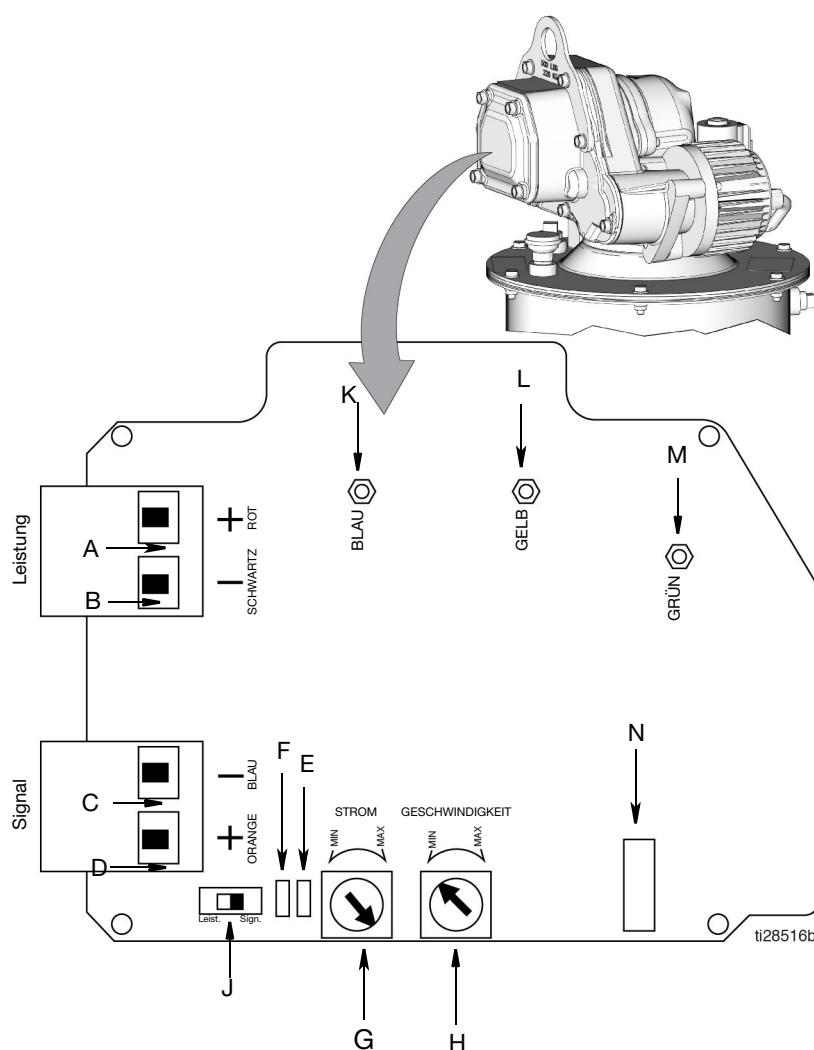

ABB. 9
- Wenn der Pumpensteuerschalter (J, ABB. 9 Seite 11) auf Signalmodus eingestellt ist, läuft der Motor/die Pumpe, wenn an den Signal- und Stromanschlüssen Spannung angelegt wird.
- Wenn der Pumpensteuerschalter (J, ABB. 9 Seite 11) auf Strommodus eingestellt ist, läuft der Motor/die Pumpe, wenn an den Signal- und Stromanschlüssen Spannung angelegt wird. Die Signalanschlüsse benötigen keine Spannung.